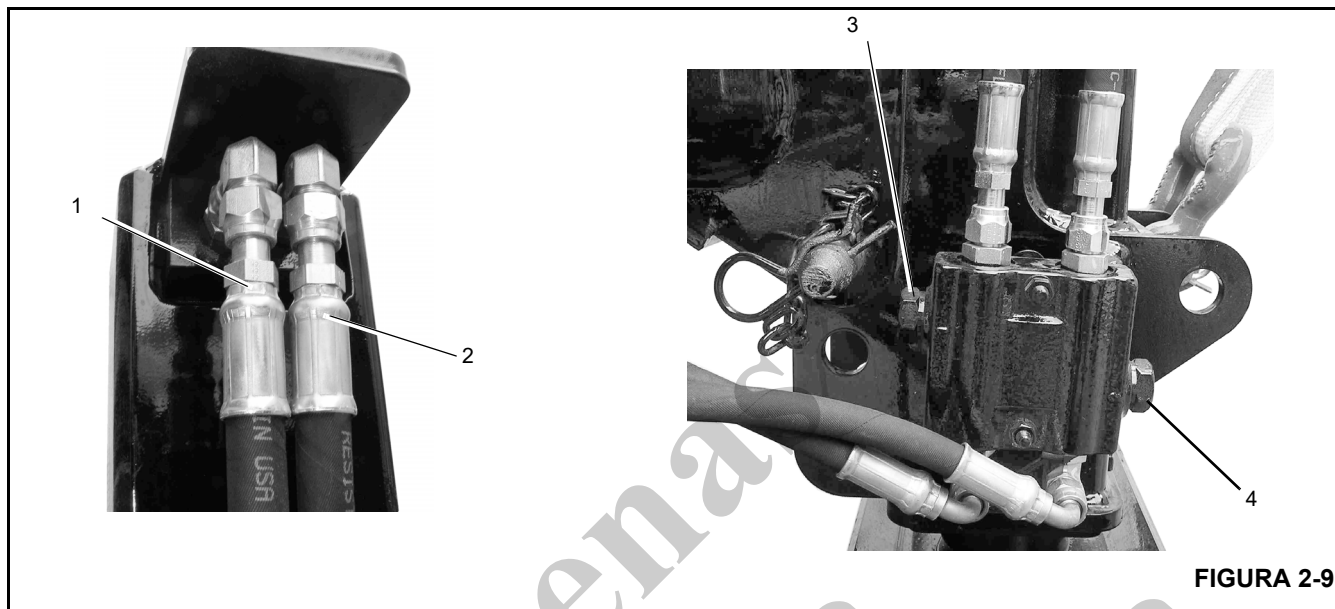

FIGURA 2-9
- Desconecte as linhas de retração (1, Figura 2-9) e extensão (2) do SFO. Tampe a linha de retração (1) e instale um manômetro na linha de extensão (2).
- Ajuste a válvula de alívio de extensão (4, Figura 2-9) no bloco de orifícios do estabilizador dianteiro único em $3.447 \text{ kPa} + 689/-0$ ($500 \text{ psi} + 100/-0$).